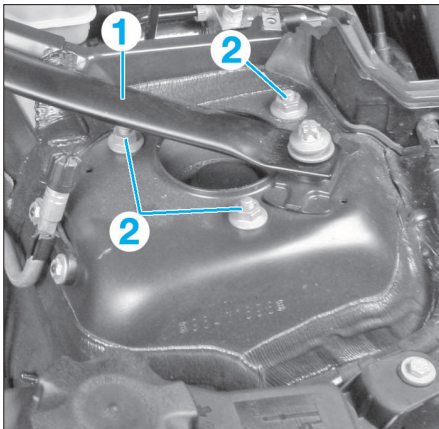

FIG. 17
- Déposer l'écrou (3) puis désaccoupler la biellette de direction du pivot.
- Déposer l'écrou (4) puis désaccoupler la barre de traction sur le pivot.
- Déposer la barre de renfort (1) (Fig.17).